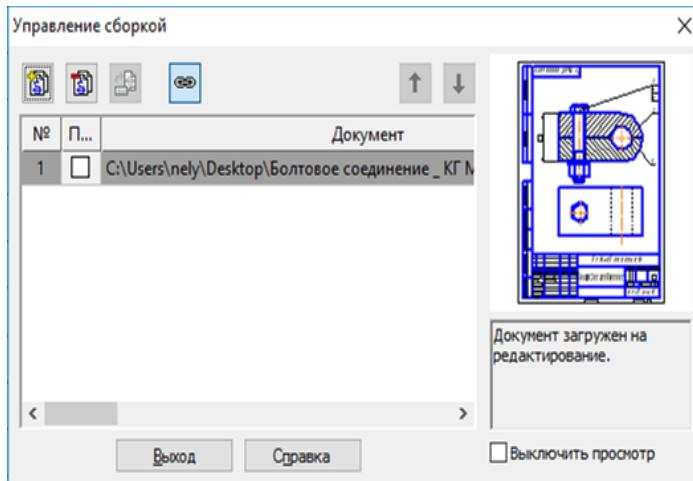

Рисунок 8.
19. Подключение сборочного чертежа. Нажмите кнопку  - **Управление сборкой** на инструментальной панели **Спецификация**. В окне управление сборкой нажмите кнопку  - **Подключить документ** (рисунок 8). В диалоге открытия файлов укажите файл сборочного чертежа и нажмите кнопку – **Открыть**. Подключенный документ отобразится в списке окна **Управление сборкой**. Нажмите кнопку - **Выход**.